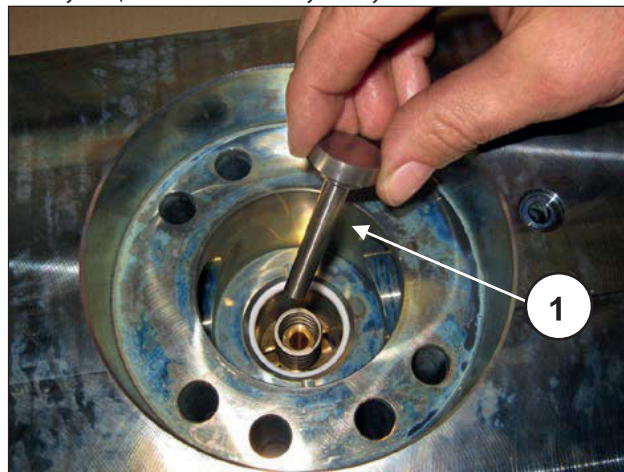
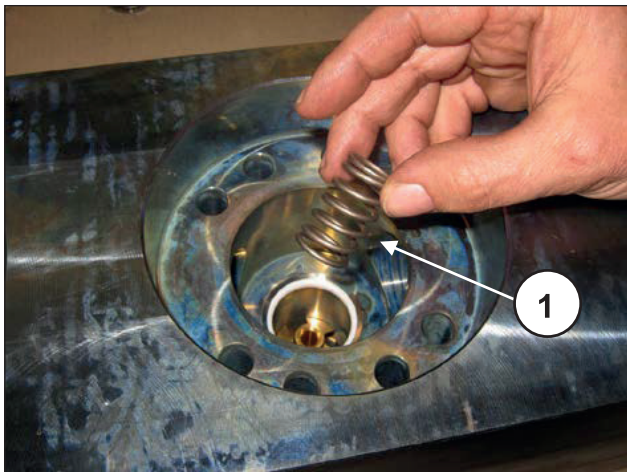
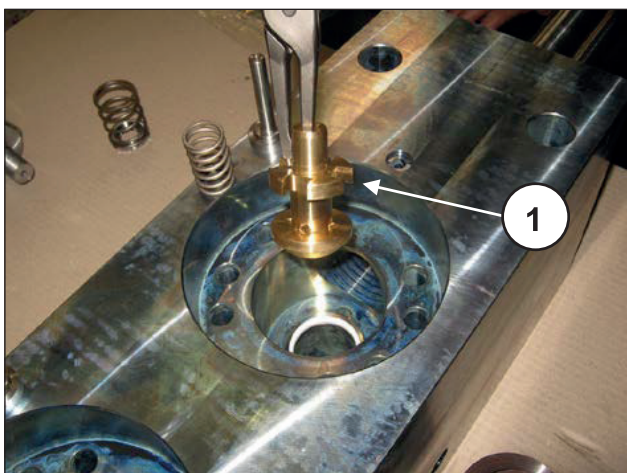

Рис. 181
Рис. 182
Рис. 183
Выньте тарелки нагнетания (поз. ①, Рис. 181) с соответствующими пружинами (поз. ①, Рис. 182) и соответствующие направляющие (поз. ①, Рис. 183); проверьте степень их износа и замените, при необходимости. В любом случае, они подлежат замене с периодичностью, указанной в главе 11 руководства по эксплуатации и техническому обслуживанию.